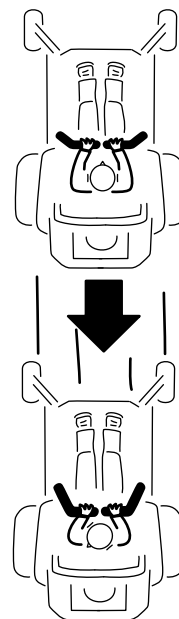

Рисунок 27
2. Для перемещения назад медленно передвиньте рычаги управления движением назад (**Рисунок 27**).